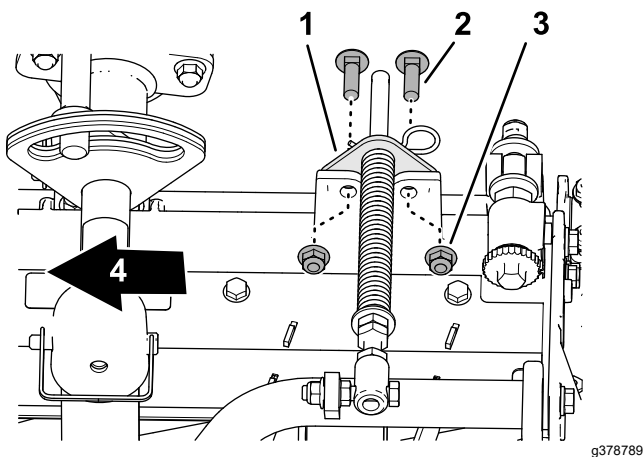

Figura 21
5. Alinhe os furos no suporte do compensador de relva com os furos do cilindro da estrutura da unidade de corte (**Figura 21**).